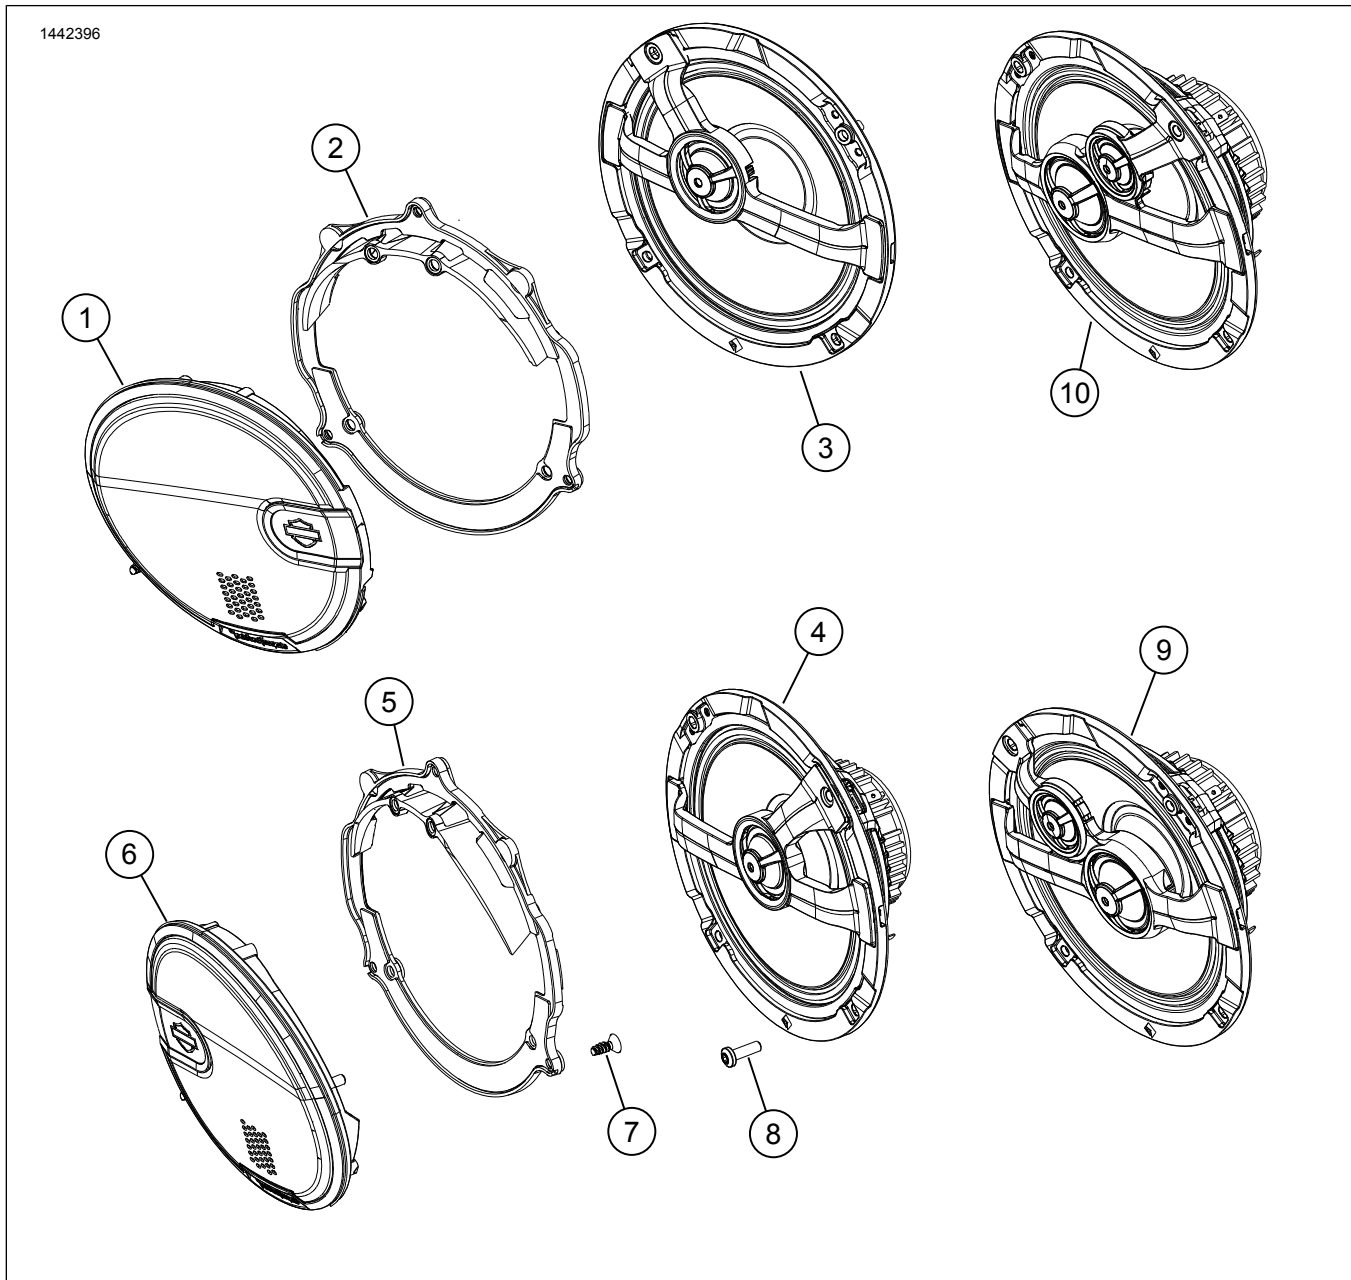

图4。维修零件：BOOM! Audio 6.5英寸前挡风板扬声器套件
参见图4。新扬声器格栅区分左右。Bar&Shield标识定位至内侧。
1. 参见图4。安装正确的扬声器格栅组件(1或6)。
2. 参见图4。将扬声器(3, 4或9, 10)安装至音箱。